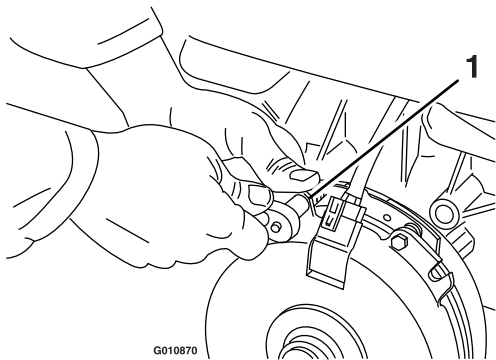

Figure 63
- A. Desserrez les boulons de fixation du frein d'un demi-tour à un tour complet, comme montré à la Figure 63.